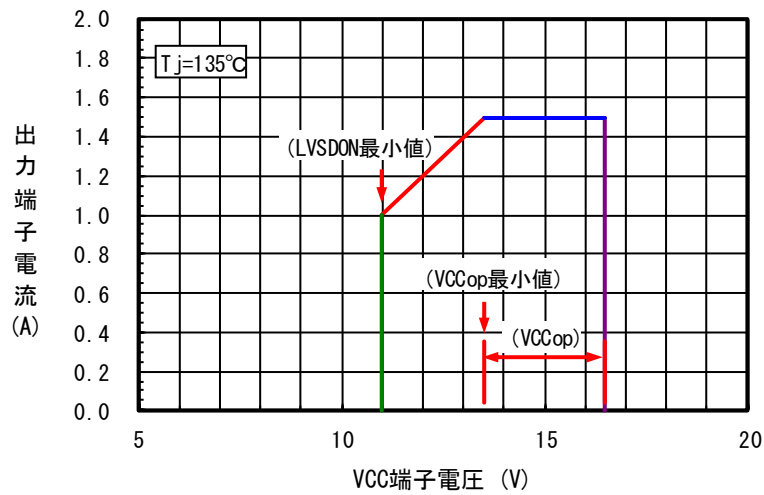
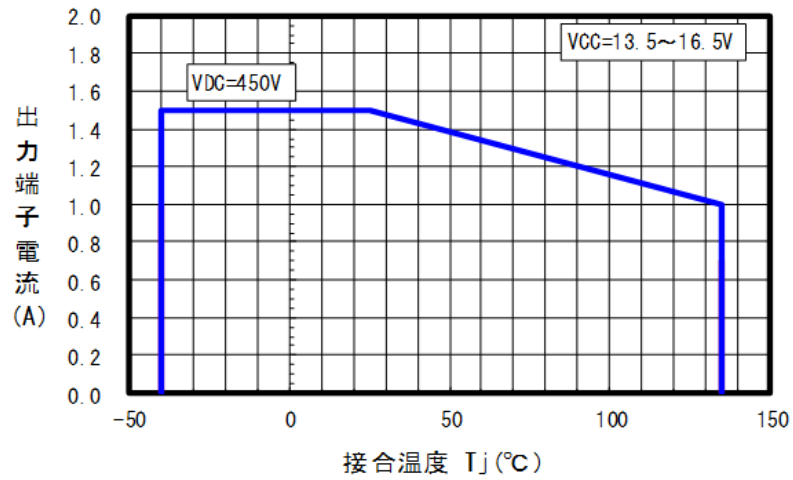

図4.2.1 VCC端子電圧に対する電流ディレーティング
図4.3.1 接合温度に対する電流ディレーティング
VCC端子電圧に対する電流ディレーティングを図4.2.1に示します。
出力端子の電流は、図4.2.1のディレーティングカーブ範囲内で使用してください。
接合温度に対する電流ディレーティングを図 4.3.1 に示します。
出力端子の電流は、図 4.3.1 のディレーティングカーブ範囲内で使用してください。
電流制限設定においては、電流制限用基準電圧 ( $V_{ref1}$ ) ばらつき、ショット抵抗 ( $R_s$ ) ばらつき、遅延時間を考慮し、ご使用の条件に応じて図4.2.1または図4.3.1のいずれか低い方の電流値以下としてください。